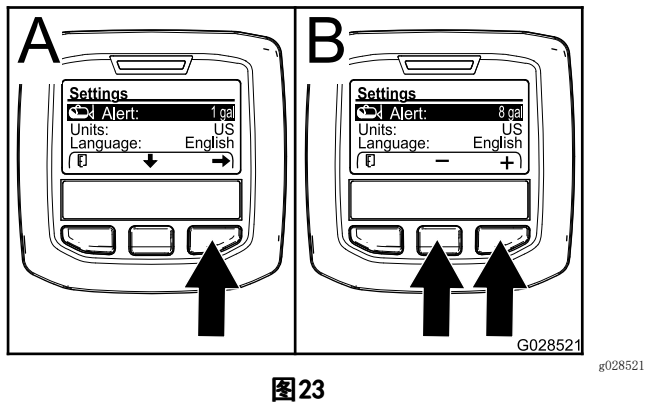

图23
- 按中间选择按钮可高亮显示提醒设置（图23）。
- 按右侧选择按钮（图23）。
- 使用中间或右侧选择按钮，输入打药车操作过程中提醒显示所需的药缸最低液量（图23）。